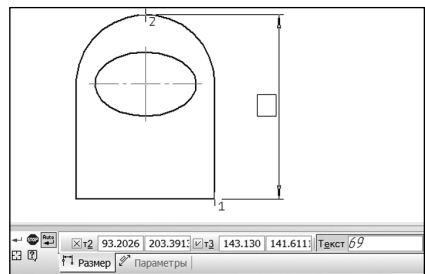

Рис. 11.20. Команда «Линейный (размер) от отрезка до точки»
- кнопка **Линейный от отрезка до точки**  предназначена для построения линейных размеров между прямым отрезком и любой выбранной точкой (рис. 11.20). Необходимо вначале выбрать прямой отрезок, от которого будет отмеряться размер. Затем необходимо выбрать точку для построения размера и расположение размерного текста. Ориентация раз-